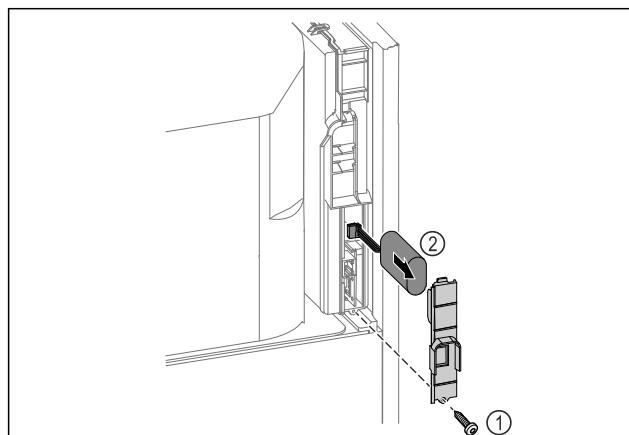

Fig. 222
- ▶ Desenroscar el tornillo y retirar la cubierta de la parte trasera del electrodoméstico Fig. 222 (1).
- ▶ Desconectar la batería y extraerla Fig. 222 (2).